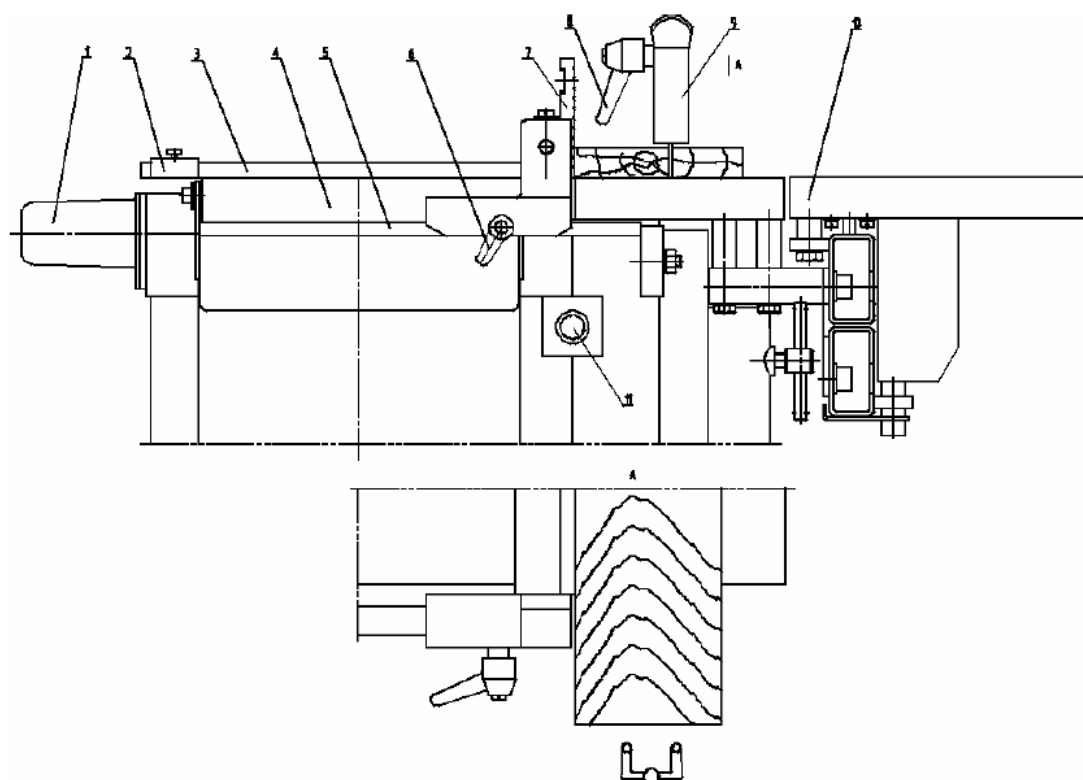

Рис. 12 Схема для пиления
7.4 Пиление (Рис. 12)
- Во время работы стойте так, как показано на Рис. 12.